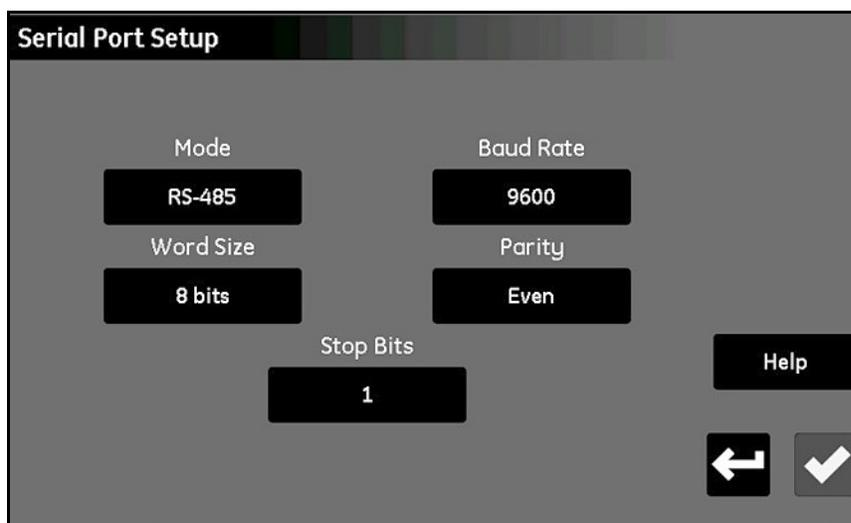

Рис. 67: Экран настройки последовательного порта
1. На экране *Configuration Menu (Меню настройки)* (см. Рис. 52 на стр. 55) выберите **Serial Port (Последовательный порт)**, при этом откроется экран *Serial Port Setup (Настройка последовательного порта)*, аналогичный тому, что представлен на Рис. 67 ниже.